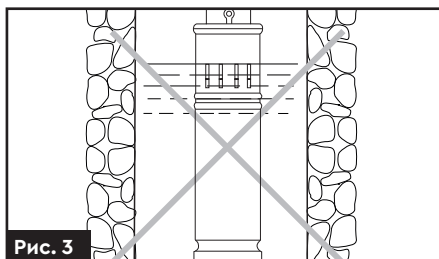

Рис. 3
- › Заборонено експлуатацію насоса коли рівень води у свердловині (колодязі) недостатній, щоб уникнути роботи насоса без води (рис. 3). Необхідно обладнати систему водопостачання захистом від «сухого» ходу, для цього рекомендуємо встановити електронний контролер тиску.